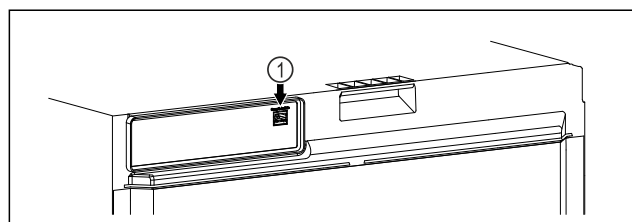

Fig. 117
- SmartModule Fig. 117 (1) ist eingesetzt.